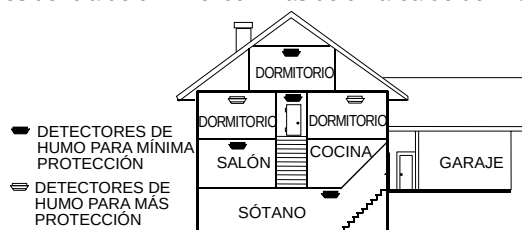

Figura 7. Ubicación de Detectores de Humo en una residencia de varios pisos
- Instale un detector de humo en cada piso de una casa o apartamento de varios pisos, como es mostrado en Figura 7.